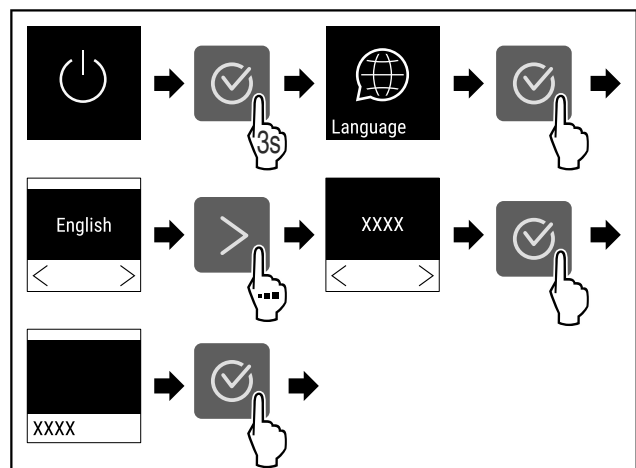

Fig. 55
- ▶ Handlungsschritte (siehe Fig. 55) durchführen.